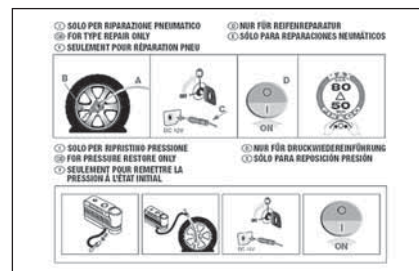

fig. 4
- ☐ folleto **fig. 4**, usado para un rápido uso correcto del kit de reparación rápida y posteriormente entregado al personal que deberá gestionar el neumático tratado;